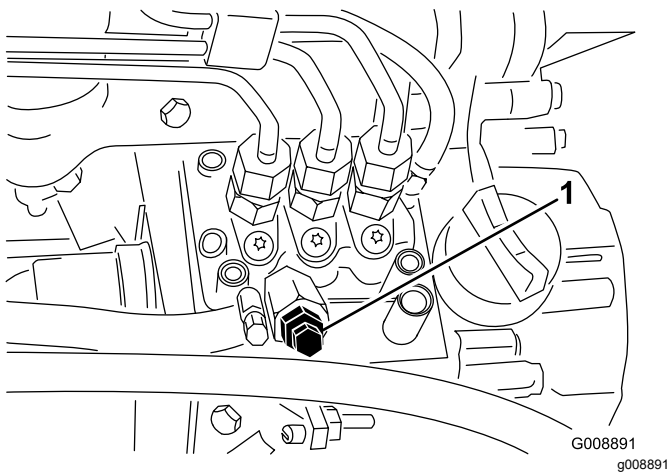

Figura 31
3. Abra el tornillo de purga de aire de la bomba de inyección de combustible (Figura 31).